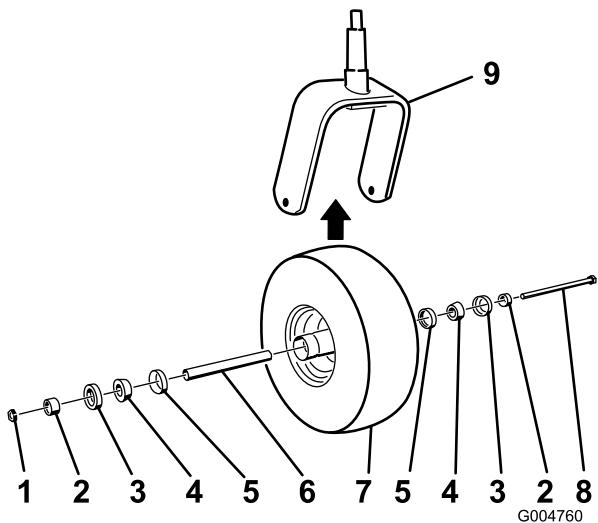

Figure 54
2. Enlevez le contre-écrou du boulon qui fixe la roue pivotante à la chape (Figure 54).
5. Montez la roue pivotante en poussant les roulements à rouleaux coniques et les joints, garnis de graisse, dans le moyeu, en les positionnant comme indiqué à la Figure 54.